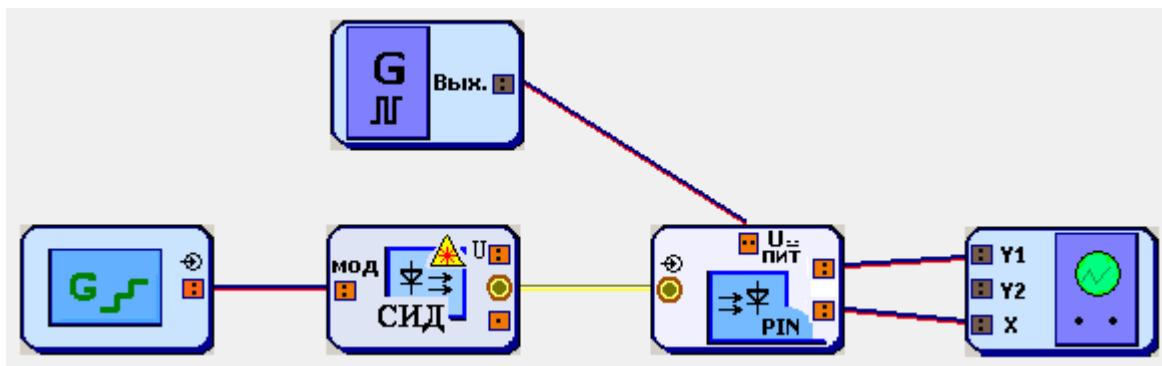

Рис. 7.13. Схемы для наблюдения ВАХ ФД.
ВАХ ФД можно наблюдать с помощью осциллографа. Соответствующие схемы представлены на рис. 7.13.
1. Соберите схему, показанную на рис. 7.13.